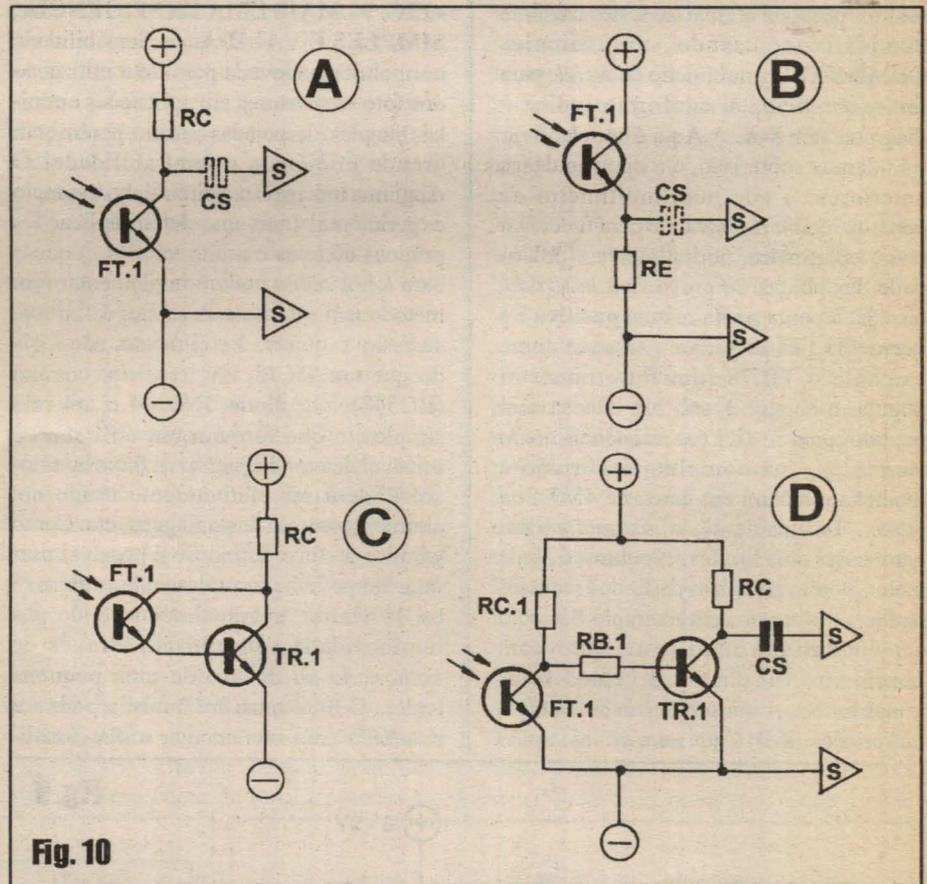

Fig. 10
- FIG. 10 - AS CONFIGURAÇÕES BÁSICAS (E COM TRANSISTORES BIPOLARES...) - Em 10-A e 10-B temos os arranjos mais simples e diretos, sendo que no primeiro o sinal de saída *cai* conforme a intensidade da luz *sobe* (incidindo sobre FT1...), enquanto que no segundo arranjo ocorre o contrário: o sinal de saída *se eleva* na medida em que *decrece* a luz sobre FT1... O correto dimensionamento do valor de RC ou RE trará o nível médio e a excursão do sinal